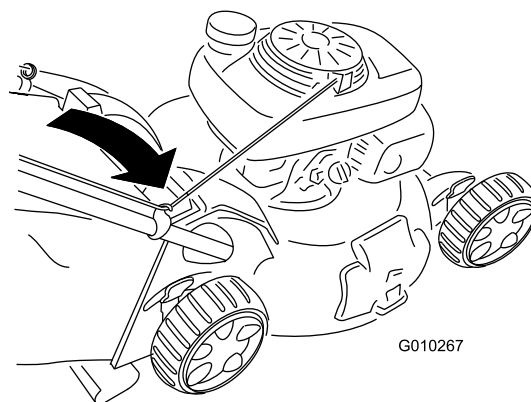

Figura 26
2. Pase la cuerda de arranque alrededor de la guía de cuerda inferior (Figura 26).